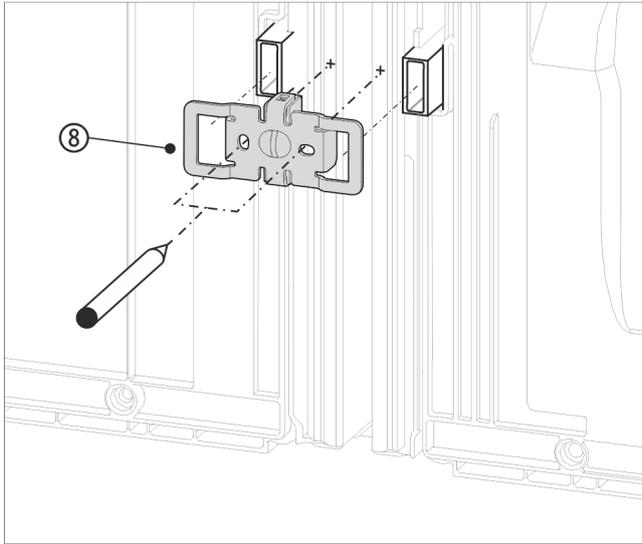

Fig. 16 例图
- ▶ 使用凹槽将角 Fig. 16 (8) 推入壁距调整垫片的插槽上方。